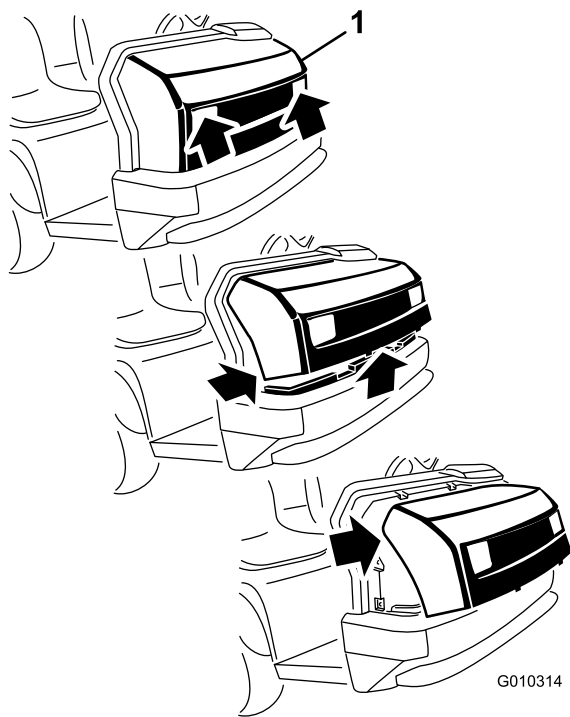

図 39
1. ヘッドライトの開口部でフードをつかみ、フードを持ち上げて、下側の取り付けタブをフレームの穴から外す 図 39。
2. フードの下側を手前に持ち上げてから下に引っ張り、上側の取り付けタブをフレームの穴から外す 図 39。
3. フードの上側を手前に倒し、ヘッドライトからワイヤコネクタを抜く 図 39。